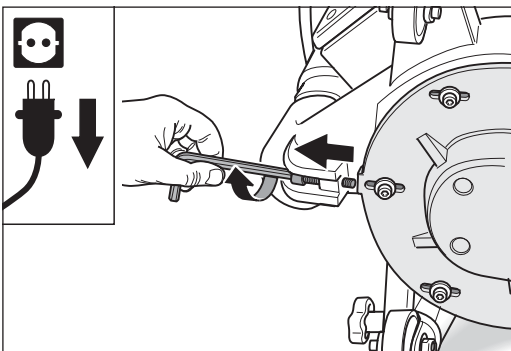

Abb. 62 Die Riemenspannschraube ganz zurückdrehen.
- 3 Zum Entspannen des Keilriemens drehen Sie mit dem entsprechenden Innensechskantschlüssel die Riemenspannschraube so weit zurück, bis sie vorne in der Gewindebohrung des Ventilatorgehäuses verschwunden ist (Abb. 62).